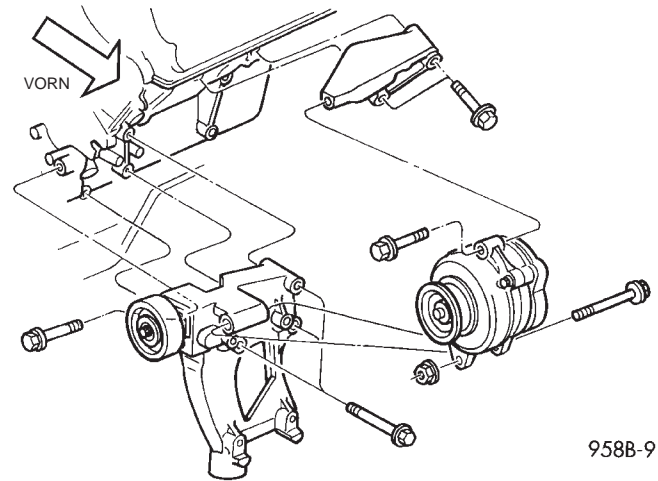

Abb. 11 Lichtmaschine — 2.5L-Motor
- (4) Die obere Befestigungsschraube lockern.
- (5) Gelenkbolzen lockern (nicht vollständig lösen). Darauf achten, daß die Mutter nicht verlorengeht (Abb. 11).